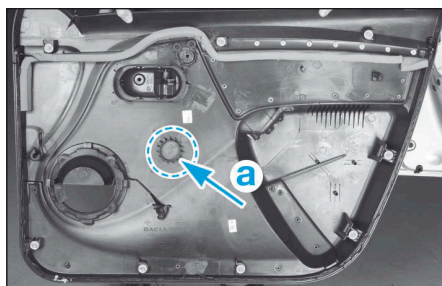

FIG.26
- Si équipé de lève-vitre manuel et en cas de remplacement de la garniture de porte, percer la garniture en (a) pour permettre le passage de l'axe de commande de lève-vitre (Fig.26).